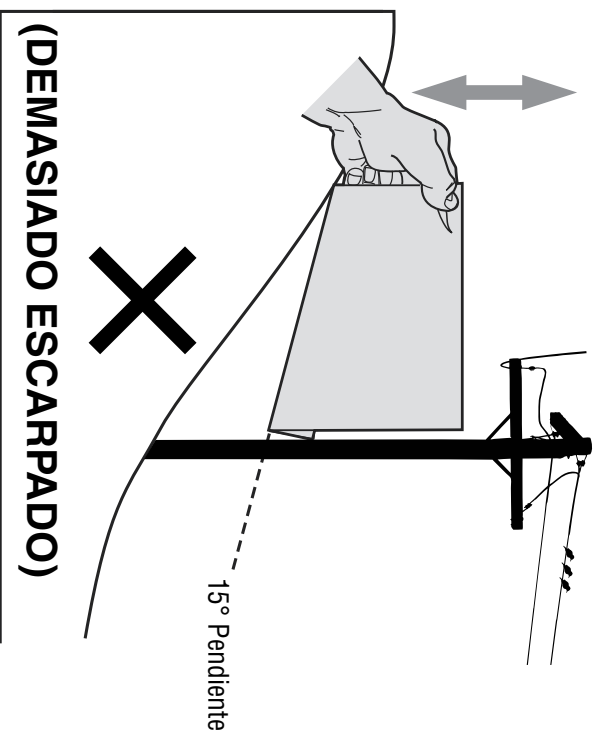

Figura 2
3. Alinee cada lado de pendiente de calibre con el objeto vertical (consultar Figura 1 and Figura 2 ).